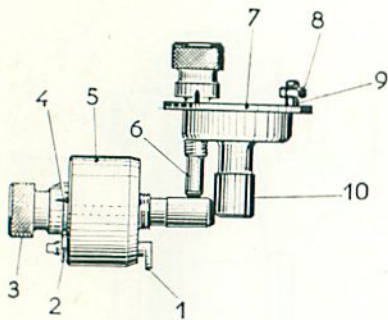

Figure BV 13.
Placer d'abord le tampon pignon d'angle (5, fig. BV 13) et le pousser jusqu'à mise en place complète.
Orienter le pied de biche (1) pour lui faire prendre appui sur le carter comme l'indique la figure BV 13. Bloquer l'écrou (2) et dévisser suffisamment la vis (3)
Amener le carter de boîte à l'établi, le poser sur le montage et monter les tampons Wilmonda (fig. BV 13).